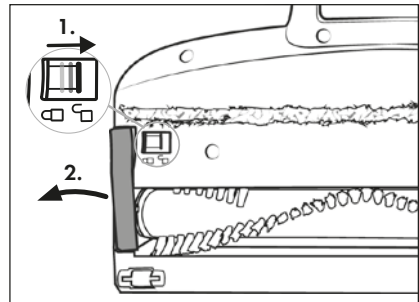

Fig. 24
- 2) Déverrouillez le rouleau brosse **20** en faisant glisser le dispositif de déverrouillage du rouleau brosse **18** avec le doigt vers le symbole  (ouvert). Retirez alors le support pour rouleau **19** de la brosse de sol **21** (voir fig. 24).